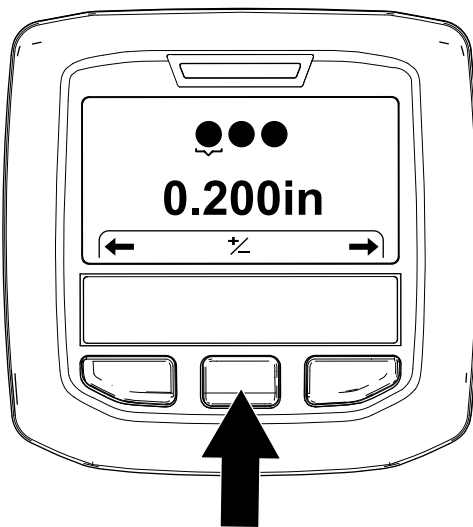

Figura 58
3. Pulse el botón derecho del InfoCenter hasta que se muestre la pantalla Setting the Tine Diameter (Ajuste del diámetro de los taladros) (Figura 58).